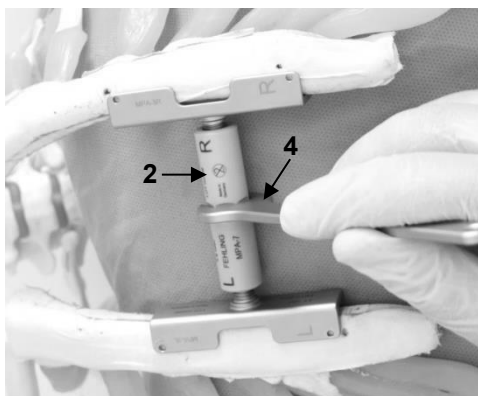

Fig. 9
Anpassa bröstbenets öppningsbredd till de kirurgiska kraven. Genom att rotera PEEK-muttern (1) med den fasta nyckeln (2) (se avsnitt 8) *Nödvändiga tillbehör* varieras avståndet mellan bröstbensbladen (fig. 9).